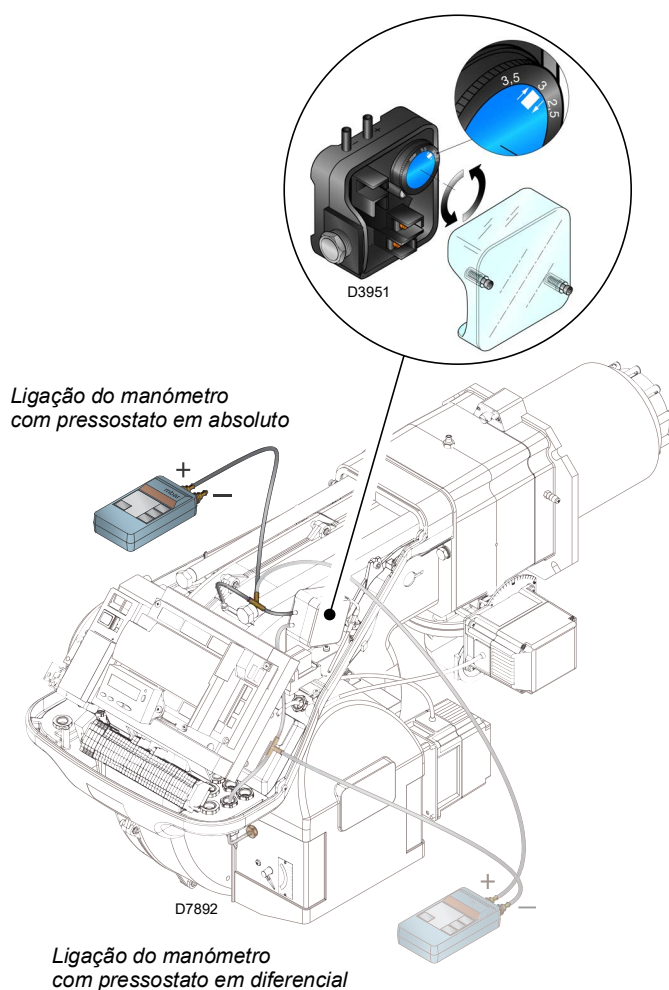

Fig. 29
- Regular o pressostato de ar (Fig. 29 em pág. 35) no início da escala.
Efetue a regulação do pressostato do ar (Fig. 29) depois de ter efetuado todas as outras regulações do queimador com o pressostato regulado no início da escala.
A ligação do manómetro está indicada na Fig. 29. A configuração padrão é a do pressostato de ar ligado em absoluto. Note-se a presença de uma ligação em "T" não fornecida.
Nesse caso também o manómetro deve estar conectado em diferencial, como indicado na Fig. 29.